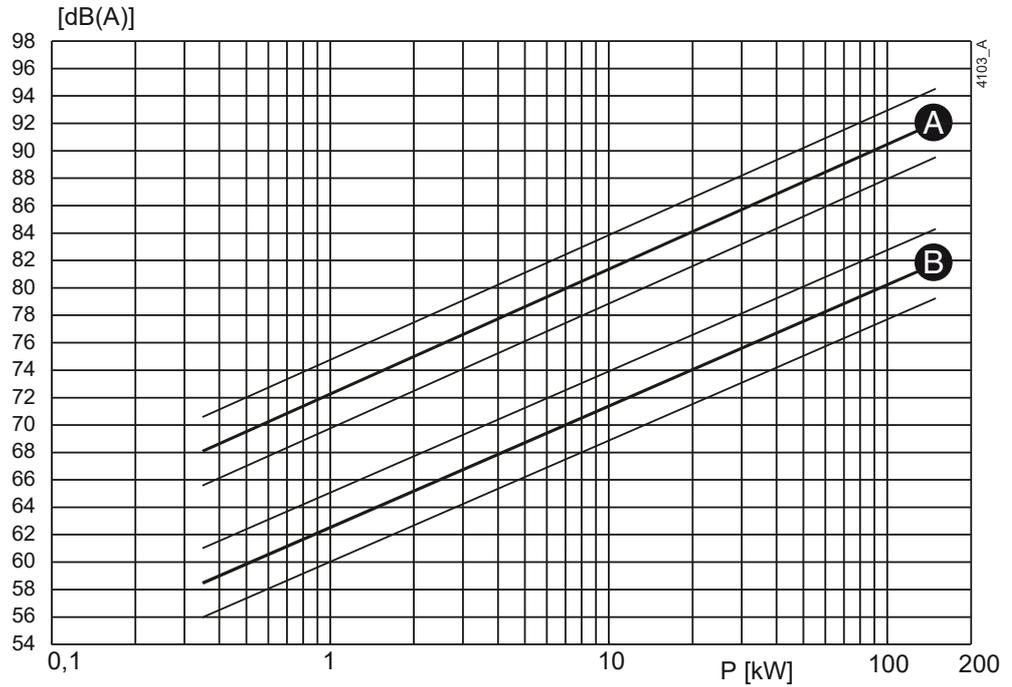
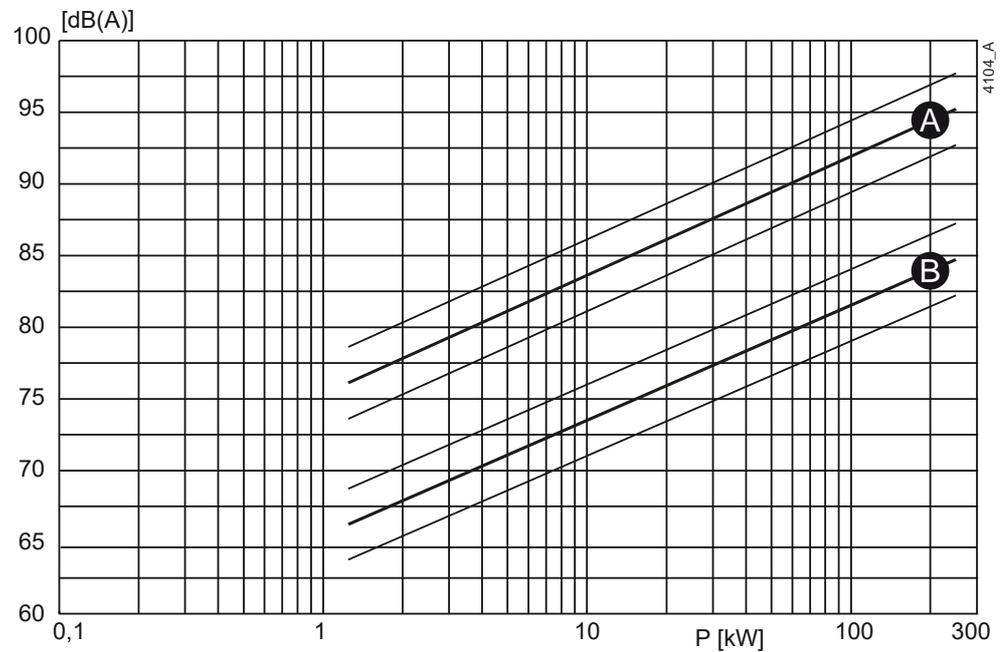

Abbildung 36: Schallpegel als Funktion der Pumpenleistung [kW] bei 1450 min⁻¹
Abbildung 37: Schallpegel als Funktion der Pumpenleistung [kW] bei 2900 min⁻¹
- 1 Um den Schallpegel (L_1) der Pumpe zu bestimmen, siehe Abbildung 36 oder Abbildung 37.